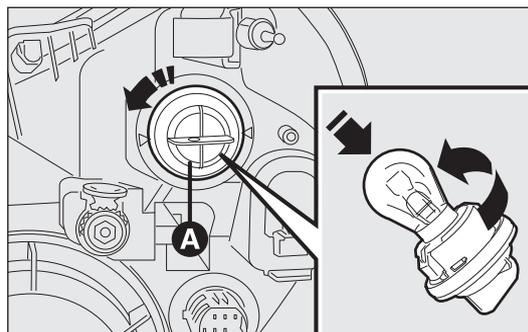

fig. 178
- gire hacia la izquierda el portalámparas A-fig. 178 y extraígalo;